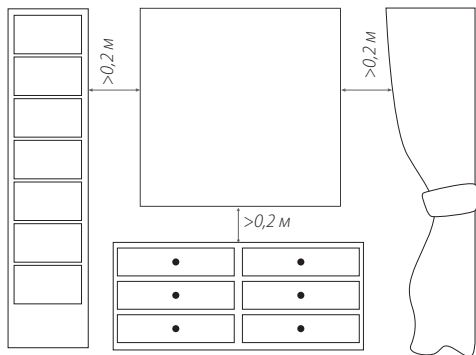

Рисунок 11
- размещать перед полотенцесушителем мебель или другие предметы, которые способны создать помеху свободной циркуляции воздуха вокруг полотенцесушителя (Рисунок 11).